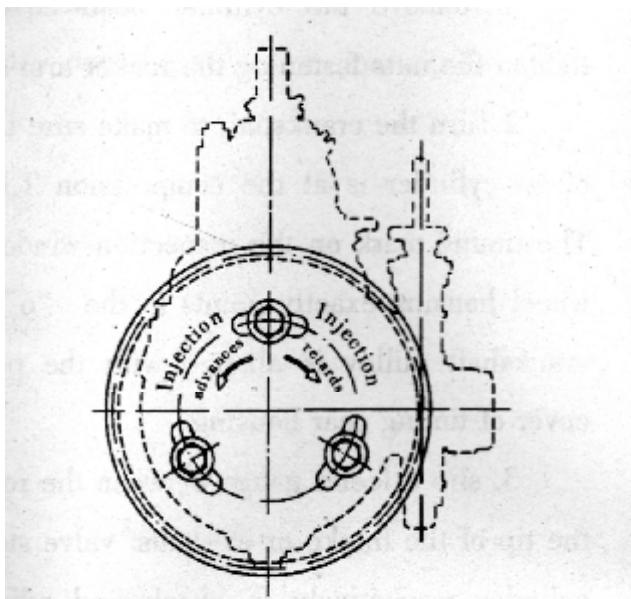

Рис. 2. Регулировка угла опережения впрыска топлива (по часовой стрелке – назад, против часовой стрелки – вперед).
3. Если эти две риски не совпадают, снимите переднюю крышку с коробки передач и ослабьте три болта, крепящие топливный насос к опоре коробки передач (Рис. 2).